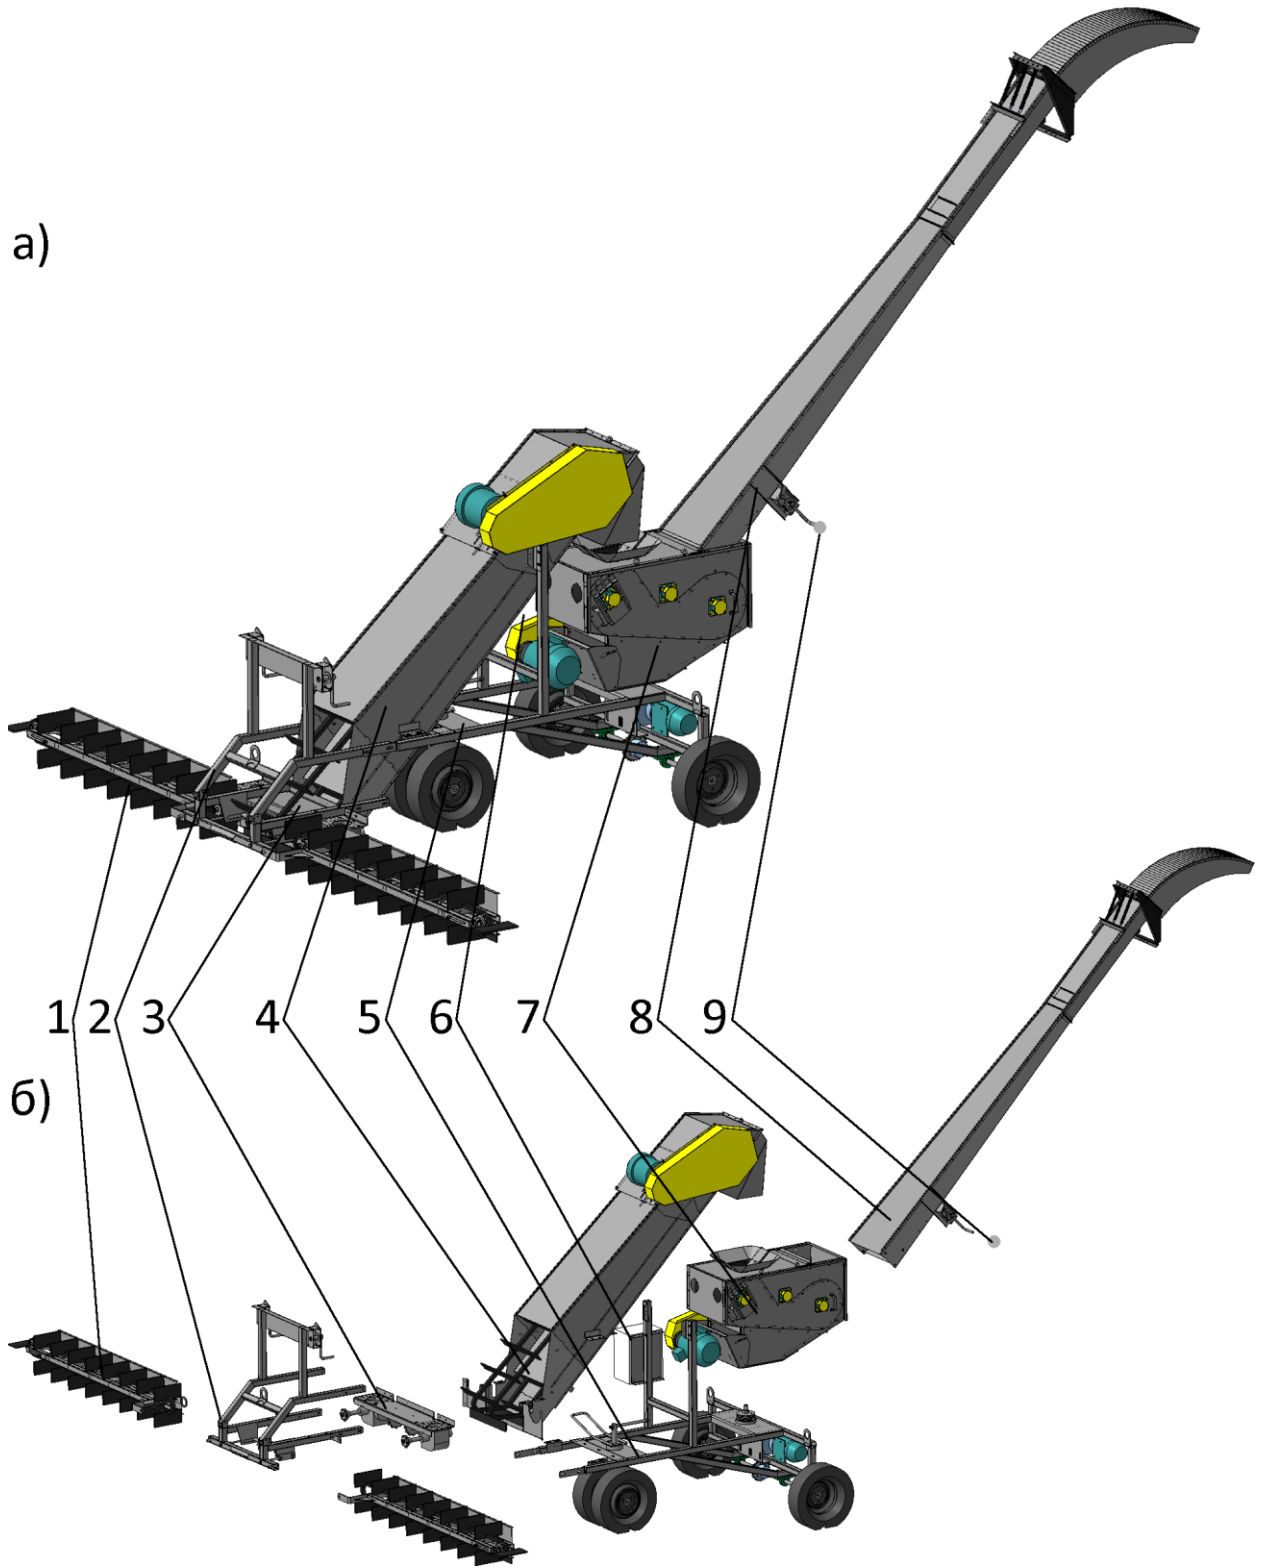

Рис. 1 – Погрузчик А-150М:
3.1.1. Компоновочная схема Погрузчика приведена на рис.1 стр 6 (стандартные изделия, в т.ч., метизы, скрепляющие отдельные модули Погрузчика, а также цепи приводные, цепи транспортеров, ремни и др., здесь и далее условно не показаны). На опорной раме 5 смонтированы основные компоненты: триммер поворотный 7 с выгрузным лотком 8, установленным под углом 45°; загрузочный короб 4 с расположенным внутри наклонным скребковым транспортером; к загрузочному коробу 4 в передней (по ходу движения) части смонтированы блок конических редукторов 3 и передняя рама 2; на раме 2 установлены поперечные питатели (скребковые транспортеры) 1 ; на раме 5 установлен блок (пульт) управления 6.
Поперечные горизонтальные питатели 1 рис.1 скребковыми транспортерами подают зерно с периферии бурта к центру. Продольный (центральный) наклонный скребковый транспортер, проходящий внутри загрузочного короба 5, подают зерно в загрузочное окно триммера 7, откуда оно попадает на ленточный транспортер и затем с большой скоростью выбрасывается наружу. Выгрузной лоток позволяет сузить выходящий зерновой поток и направить его в требуемое место (в транспортное средство или в новый борт). Для непрерывного забора и подачи зерна Погрузчик перемещают в продольном направлении с помощью механизма самохода.